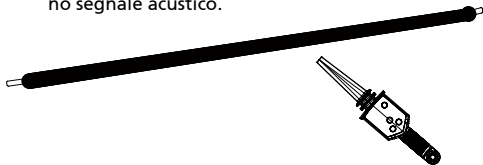

Fig. 1 Rilevazione di tensione in una linea
4. Posizionare il puntale della sonda del TIC 300 PRO vicino, ma senza che tocchi la linea a bassa tensione (< 1000 V). Vedi Fig. 1.